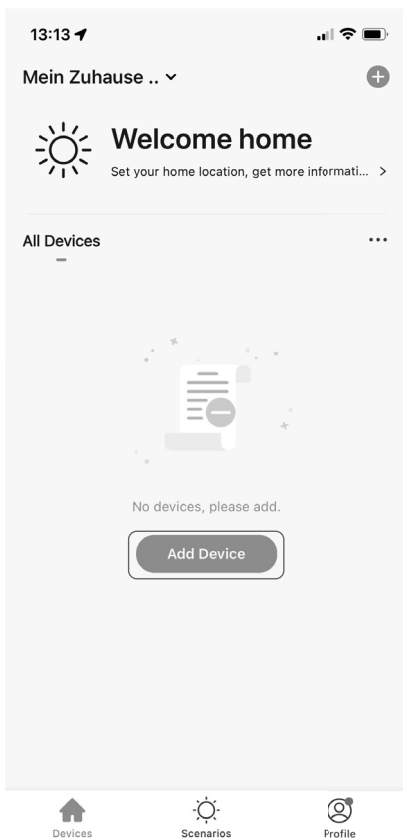

Fig. 1
- ▶ Se nell'app MEDION® Life+ non è ancora stato registrato alcun apparecchio, toccare il pulsante **AGGIUNGI APPARECCHIO** (vedere la fig. 1).